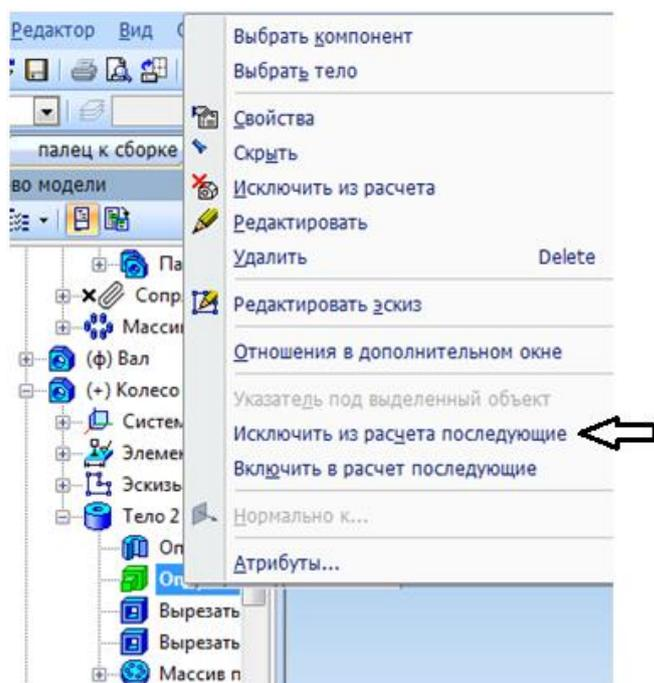

Рисунок 113
2. Чтобы на чертеже зубья колеса не проецировались на плоскость проекций, войдите в файл модели сборки и в дереве построения найдите операцию моделирования зуба – «Эскиз», в контекстном меню, вызываемого по правой кнопке нажмите «*Исключить из расчета*» (рисунок 113).